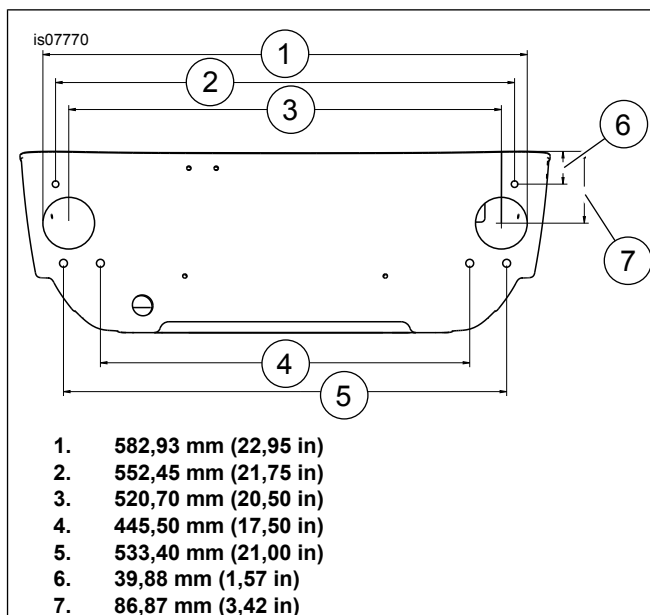

Abbildung 2. Lochposition-Referenzabmessungen (ungefähr)
5. Die Abmessungen der Bohrungsmarkierungen mit den ungefähren Abmessungen in Abbildung 2 überprüfen. Sicherstellen, dass das 63,5 mm (2,5 in) Loch nicht die Außenkante des Tour-Pak durchbrechen wird. Bei Bedarf die Lochmarkierungen nachjustieren.